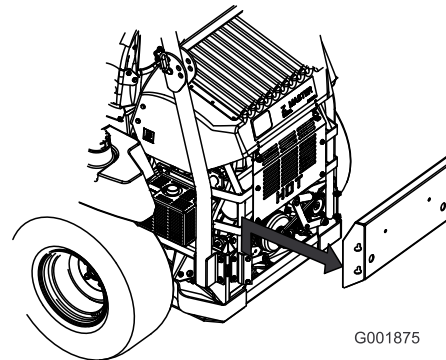

Figura 61
- Retire el panel trasero del motor (Figura 61).